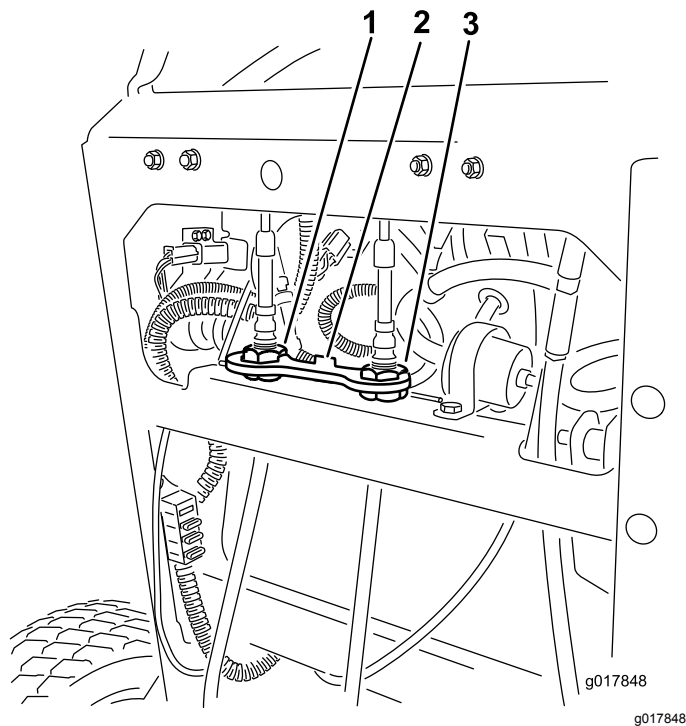

Figura 53
4. Rode o ajuste do cabo direito para posicionar a alavanca de controlo de movimento do lado direito no centro da ranhura de bloqueio em ponto morto, no painel de controlo (Figura 53).